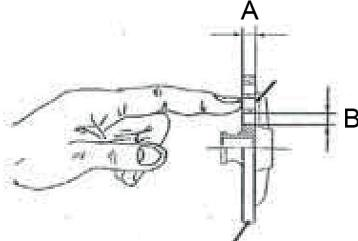

Fig. 2
La macchina è prevista con dotazione piastra (P) avente diametro di fori pari a 4,5/6/8 mm, particolare allineato alla normativa UNI EN 294 paragrafo 4.5 (accessibilità attraverso aperture) - Fig. 2. Al fine di eseguire varie lavorazioni è possibile comunque montare piastre (P) con fori di diametro minore rispetto a quella fornita dalla casa costruttrice, senza con ciò modificare le caratteristiche funzionali. Per eventuali forniture fare riferimento La **FACEM SpA - TRE SPADE** - non si ritiene responsabile per eventuali infortuni scaturiti dall'utilizzo sulla macchina "OPZIONE TRITACARNE" di piastre con fori aventi diametro superiore a 8 mm., reperibili facilmente sul mercato, in quanto utilizzabili su tritacarne manuali, poiché con l'utilizzo di queste non sono più rispettati (senza l'adozione di protezioni specifiche atte a riportare le misure di sicurezza nei limiti di quanto richiesto) i parametri di sicurezza previsti dalle norme sopracitate.